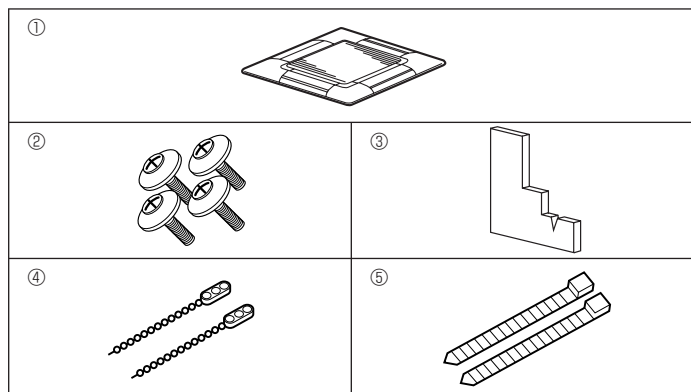

Fig. 7-1
7.1. Comprobación de accesorios de la rejilla (Fig. 7-1)